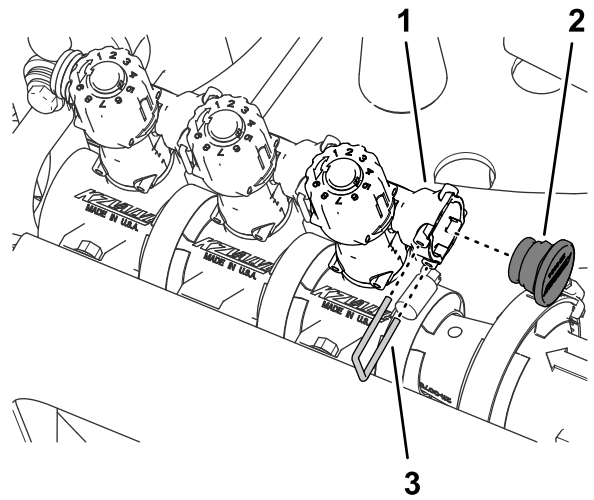

图65
8. 将柱塞插入旁通阀的快速连接槽内 图65。
9. 使用在步骤 3 中卸下的卡环将柱塞固定到快速连接槽 图65。